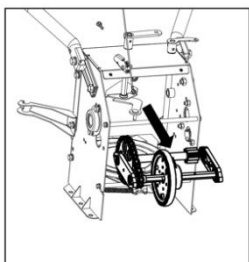

Figura 26
4. Puxe o eixo hexagonal à força, remova o eixo hexagonal e o conjunto do eixo de transição. Ver Figura 26.